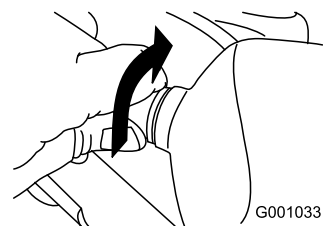

Рисунок 54
2. Поверните цоколь лампы против часовой стрелки до упора (Рисунок 54).